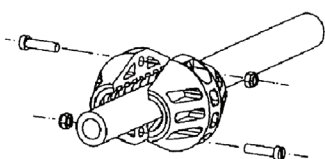

Fig. 5
2. Place the hose stopper at the hose outlet (fig. 5).
2. Placera slangproppen vid slangutloppsändan (fig. 5).
3. Place the hose stopper at the new hose outlet end (fig. 5).
3. Placera slangproppen vid den nya slangutloppsändan (fig. 5).